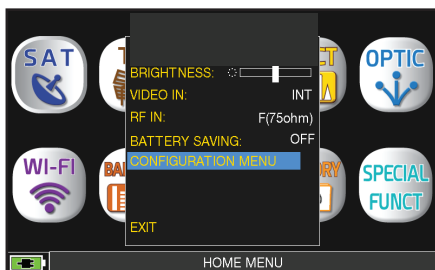

FIG. 1\*
- Appuyer sur «VOLUME» et sélectionner «CONFIGURATION MENU» (Fig.1);